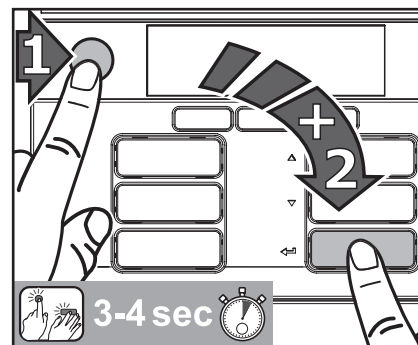

Fig. 24
1. Trykk først STOPP-knappen og så enterknappen  og hold begge to trykket i 3-4 sekunder for å komme til rengjøringsmodus (fig. 24).